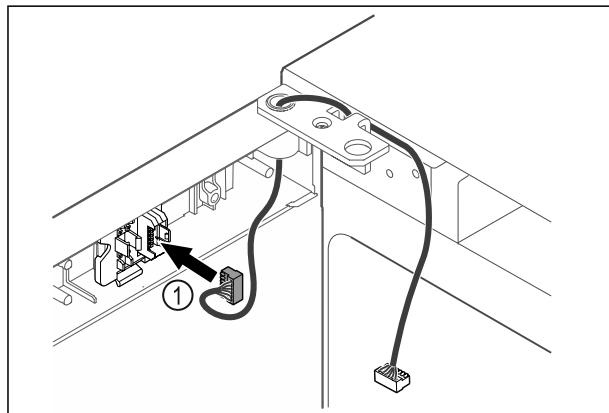

Fig. 47
- Вставити штекер Fig. 47 (1) в кріплення штекера.